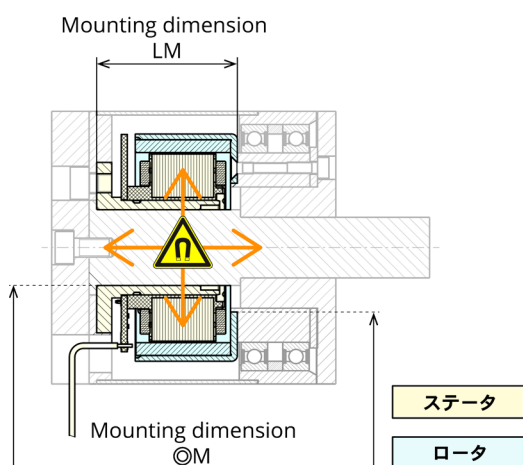

図 3-19 ステータおよびロータ位置の確認
- 41) ロータとステータが正しい位置に組み付いているか、およびモータ長さ (→ 図 3-19; Mounting dimension LM) を確認してください
- 43) モータ長さおよび同心度を確認してください (→ 図 3-19; Mounting dimension LM と ©M)